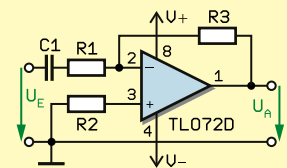

Bild 16: Aktives Hochpassfilter mit einem
Im Gegensatz zu einem Tiefpassfilter dämpft ein Hochpassfilter die Signale, deren Frequenz unterhalb der Grenzfrequenz liegen. Im Gegenzug können hochfrequente Signale passieren. In Bild 16 ist die Schaltung eines aktiven Hochpassfilters dargestellt. Der Operationsverstärker arbeitet dabei als nicht invertierender Verstärker. C1 und R1 bestimmen die Grenzfrequenz, die sich ebenfalls mithilfe der Formel (1) berechnen lässt. Die Flanke im Frequenzverlauf ist jedoch nicht besonders steil.